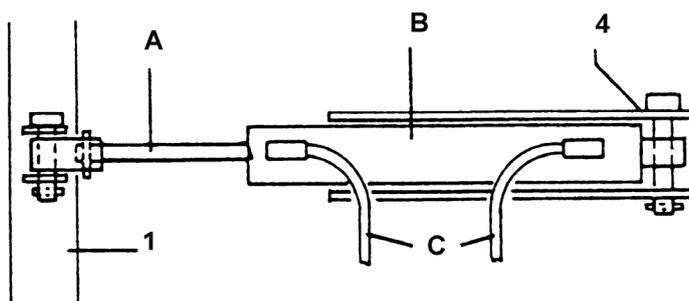

Bild 16
2. Hydr. Seitenverstellung (Bild 16)